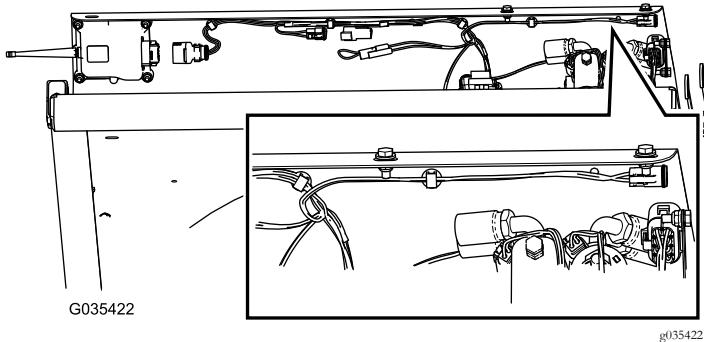

Рисунок 13
3. Проложите соединитель жгута проводов, предназначенный для кнопки аварийного останова, вдоль нижней части ограждения крыла, как показано на Рисунок 13.